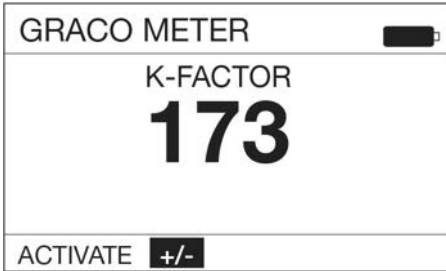

图 27
7. 使用键盘上的右箭头按钮高亮显示 +/-, 然后按键盘上中央的 ENTER 按钮选择 +/- 选项 (图 27)。